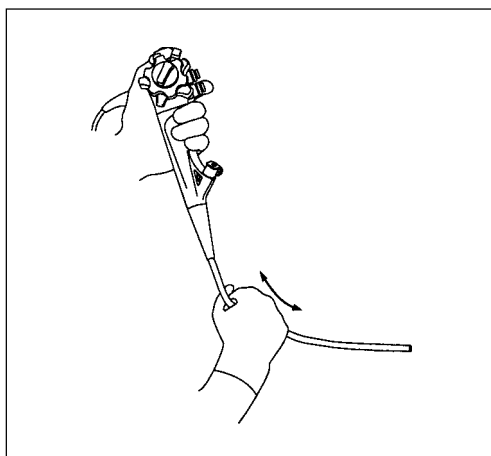

Рис.3.2
4. Произведите тщательное обследование кончиками пальцев всей поверхности вводимой трубки для выявления выступающих участков и других дефектов (см. рис. 3.2).